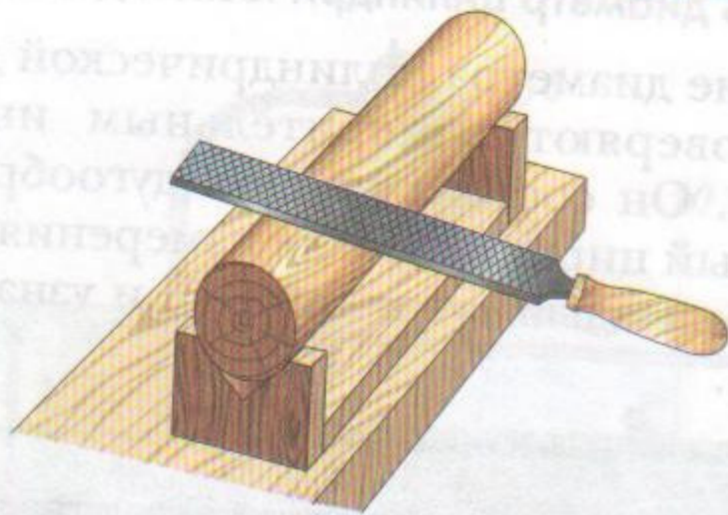

Рис. 32. Скругление заготовки рашпилем
4. Для дальнейшего скругления заготовку зачищают рашпилем, снимая оставшиеся рёбра. Эту операцию можно выполнить в специальном приспособлении (рис. 32).